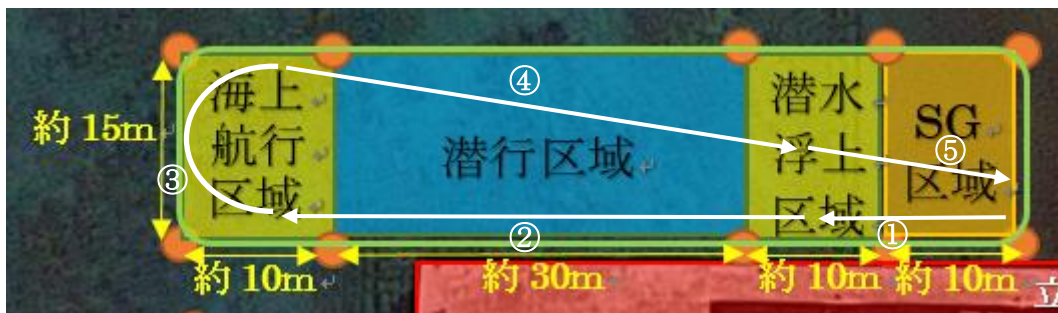
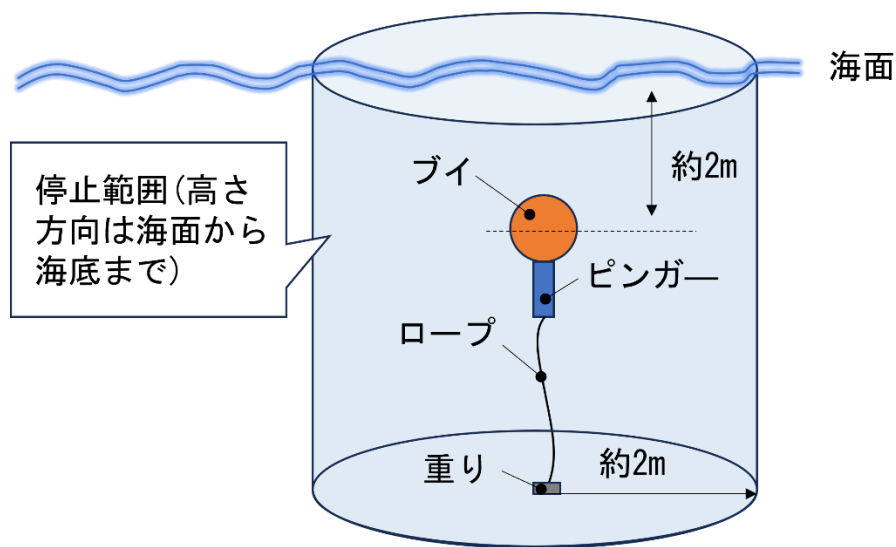

図 4-2-1 AUV 競技エリア及び競技コース
図 4-2-2 設置するランドマークおよび停止する地点
- 9) 図4-2-1及び図4-2-2は、あくまでもイメージです。正確な配置は当日の会場で確認してください。
スタートエリアから 30m 離れて設置されたランドマークまで往復するミッションを行います。AUV 部門との差異は、常に AUV は海中を航行することです。その海中航行の深度は、ロボットが突起物も含め完全に水没する深度以深で動かしてください。ランドマークは図 4-2-2 に示すように、色のついたブイ（色については当日に明らかにします）およびピンガーを設置します。ピンガーの発生周波数は 21kHz、発信波形数は 5 波、インターバルは 250ms とします。ランドマークの検出するために、ブイの色や形状、またはピンガーの音波を用いてください。SG 区域の中央付近から出発させた後は、ランドマークで 5 秒以上停止（または着底）し、スタートエリアに向けて戻り、SG 区域で停止（または浮上）します。これを競技時間内に実行します。時間内であれば複数回のトライを認めますが、技術解説書に記載した以外の手法を用いてはなりません。※停止とは、ポジション保持の制御を行うことではなく、サークル内に入ったことを示すために、AUV が制動をかける等のサークル内に停まる行動を行うことを指します。